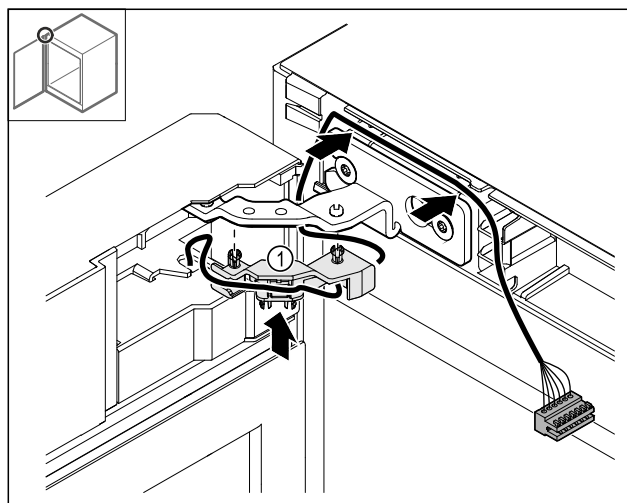

Fig. 52
- Iespiediet kabeļa stiprinājumu Fig. 52 (1) eņģē.